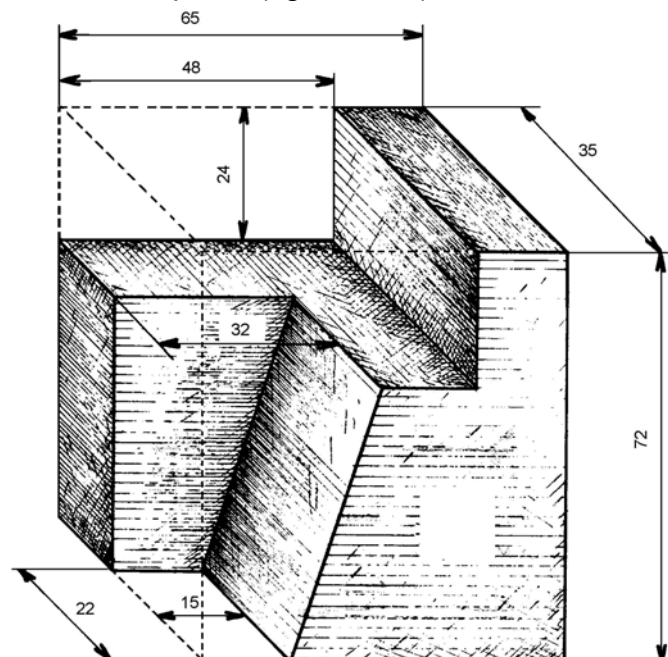

Figure 1.21
- Inscire les chiffres qui indiquent les dimensions sur les lignes de cote tracées sur la perspective de la pièce (figure 1.21).